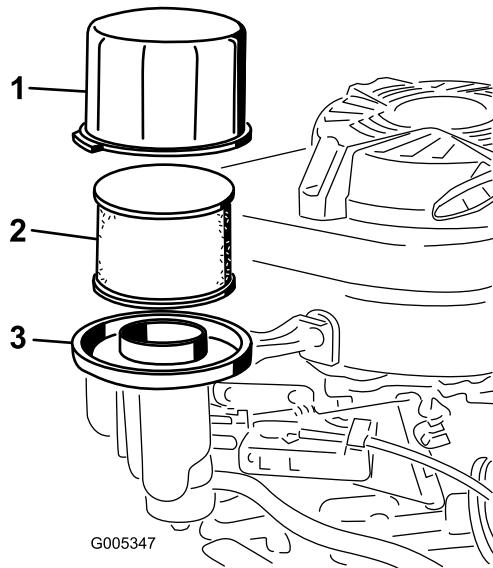

Figura 24
3. Togliete il coperchio e pulitelo accuratamente (Figura 24).
4. Rimuovete il prefiltro in schiuma sintetica e il filtro dell'aria di carta dalla base del filtro dell'aria (Figura 24).